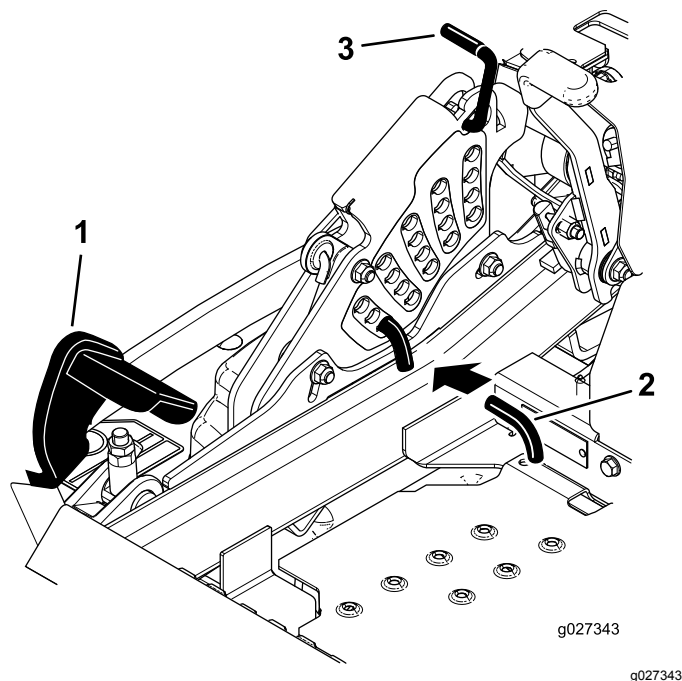

Figura 30
- Empurre o pedal de elevação da plataforma com o pé e suba a plataforma de corte até à posição de transporte (também a posição da altura de corte de 140 mm) como se mostra na Figura 30.
- Para ajustar, rode o pino 90 graus e remova o pino do suporte da altura de corte (Figura 30).
- Selecione um orifício, no suporte da altura de corte, que corresponda à altura de corte desejada e insira o pino (Figura 30).